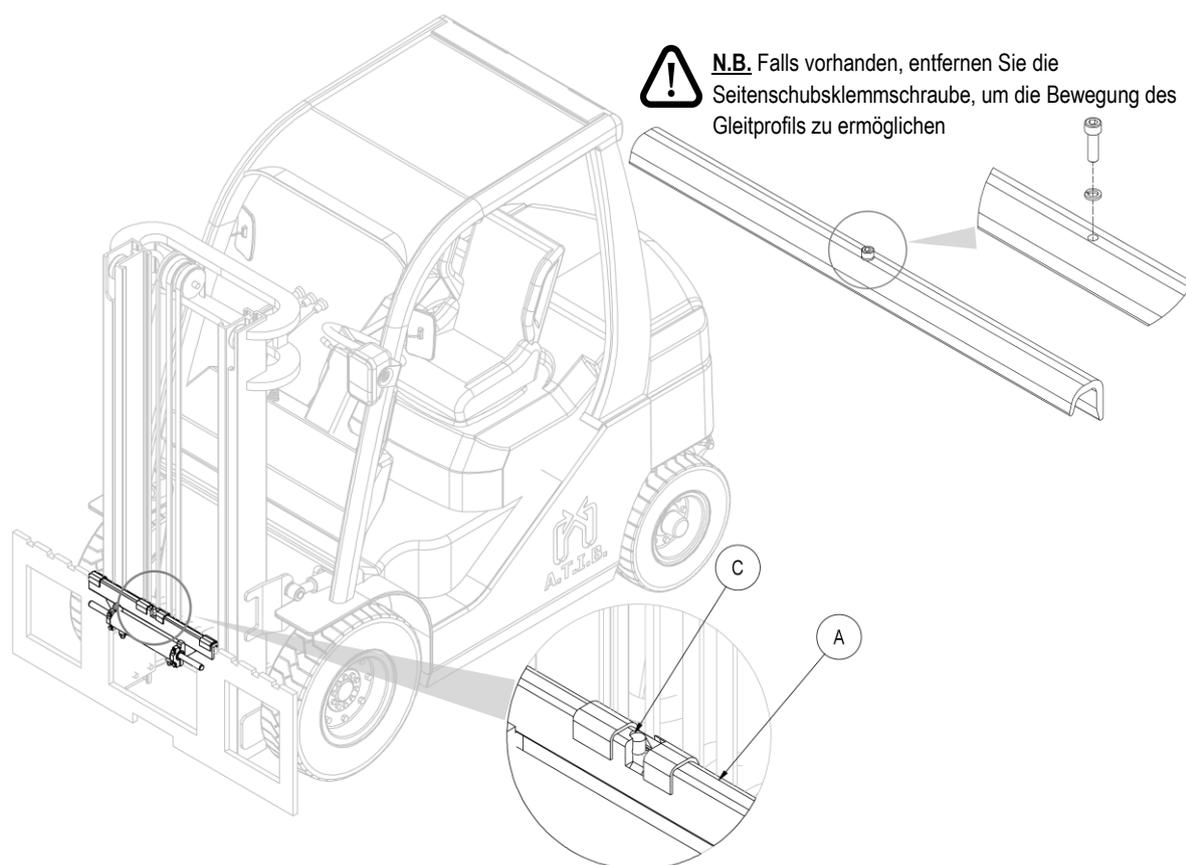

Abbildung 6
4. Nehmen Sie das Gleitprofil **A** (mit den entsprechenden Gleitstücken und Seitenschubzylinder) und positionieren Sie es auf dem oberen Profil der Gabelträgers. Bitte darauf achten, dass der Zentrierstift **C** in die mittlere Kerbe des Gabelträgers einpasst (siehe *Abbildung 6*).